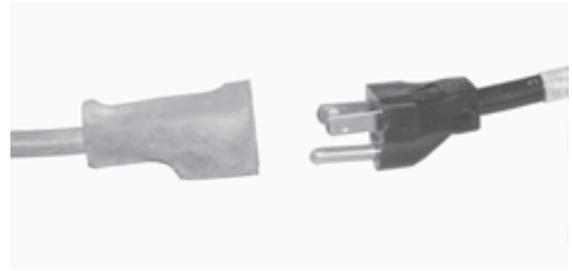

Figura 20.
1. Consulte la figura 20. Desconecte el cable de alimentación de la fuente de alimentación.